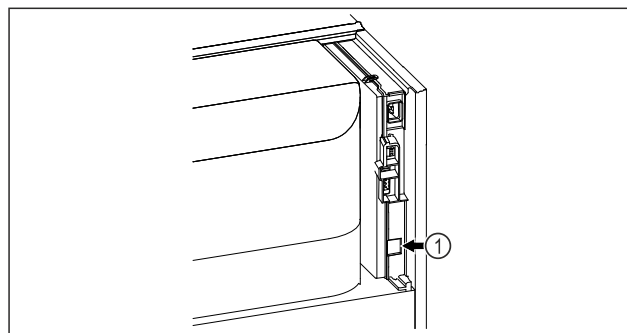

Fig. 100
- Se utiliza SmartModule Fig. 100 (1).